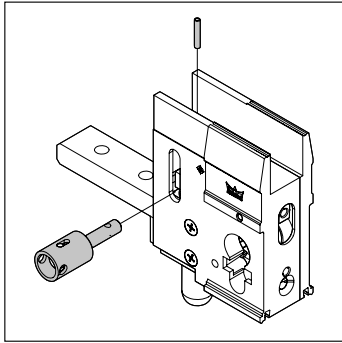

Abb. 7 Rechte Schlossvariante
1. Für die Konfektionierung von einem Frontfeststeller, der rechts am Flügel montiert wird, das Schloss um 180° drehen (Abb. 7).